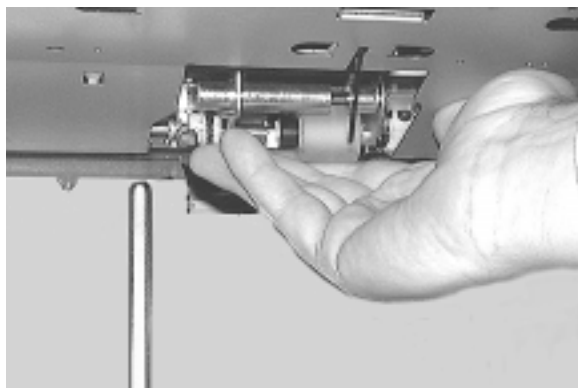

Figura 4-66 Posizionamento del gruppo dei rulli superiore
2. Quando il gruppo dei rulli superiore è al proprio posto, tenerlo sollevato con cura e spingerlo leggermente verso sinistra (per favorire l'inserimento delle viti). Vedere la Figura 4-66.